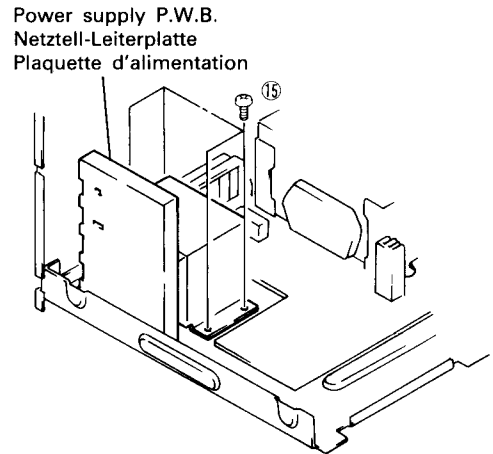

Fig. 8 Abb. 8
- Power Supply P.W.B. (Fig. 8)**
11. Netzteil-Leiterplatte (Abb. 8)
11. Plaque d'alimentation (Fig. 8)